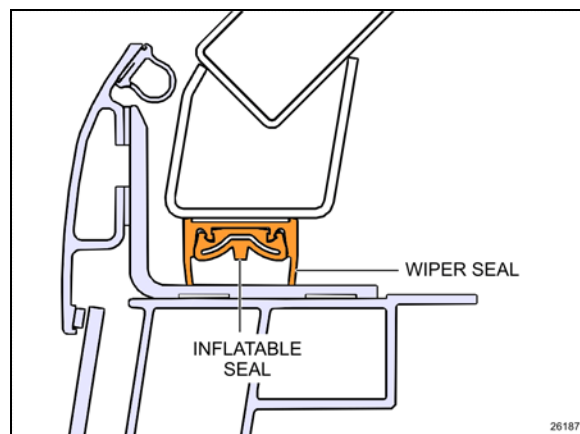

FIGURE 29: ASEMBLAGE DU JOINT D'ÉTANCHÉITÉ 26160
Cette procédure présente les étapes pour l'installation du joint racler muni d'un ruban adhésif (Figure 29) sur la structure.
*Cette procédure présente les étapes pour l'installation de du joint gonflable sur le joint racléur (Figure 29).*